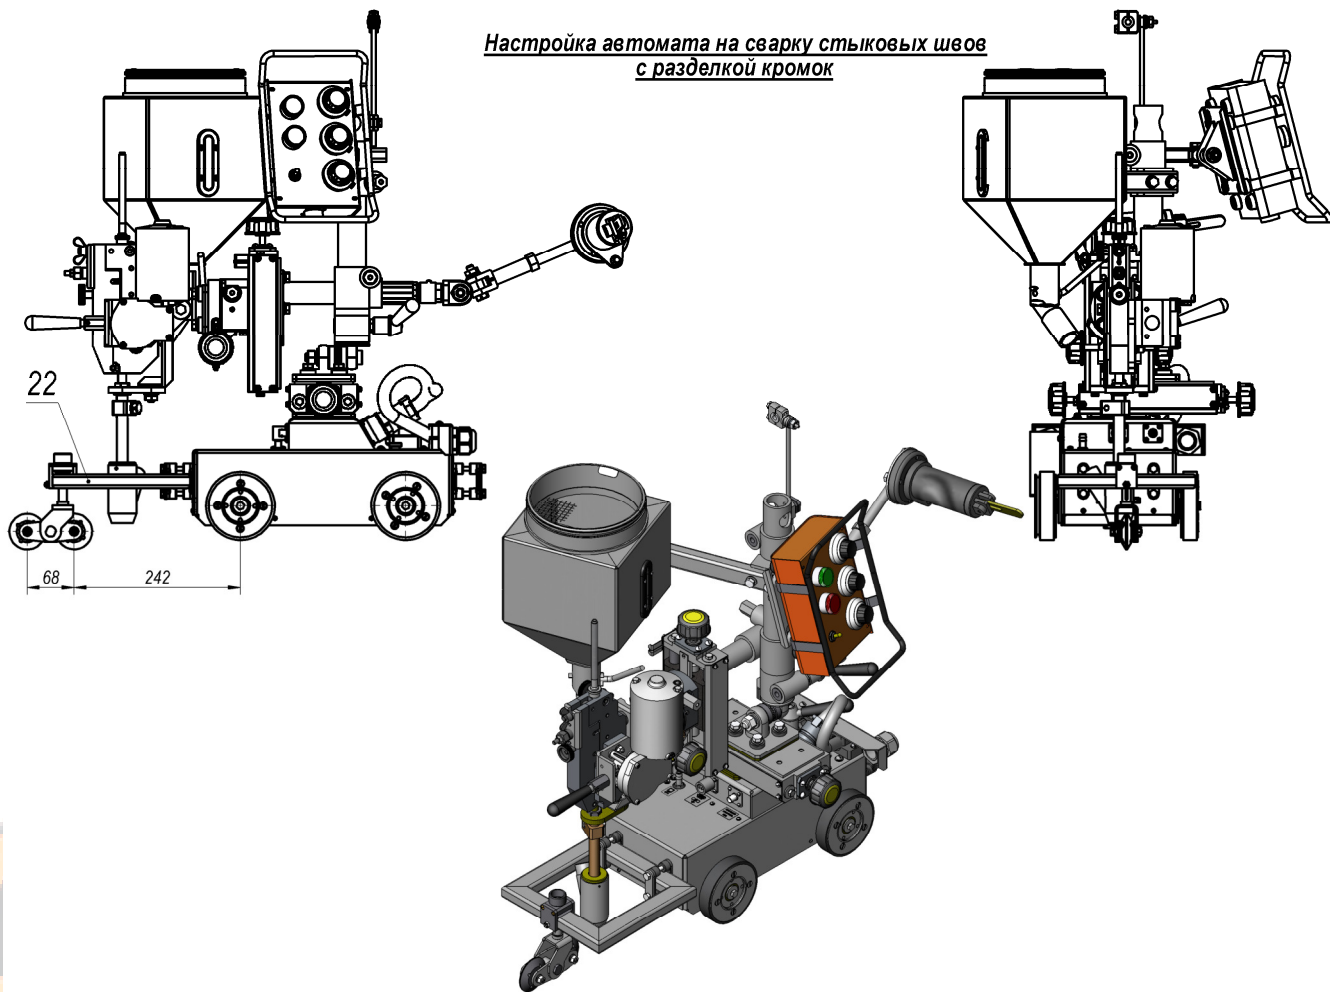

Рис.17
Вместо переднего бокового упора установите копир для сварки в стык 22 (Рис.17). При помощи маховичка на передней части копира опустить (поднять) ролики копира на необходимую высоту.
4.9.3 Копир для сварки в стык 22 (Рис.17) (АДФГ-6.00-22.000)